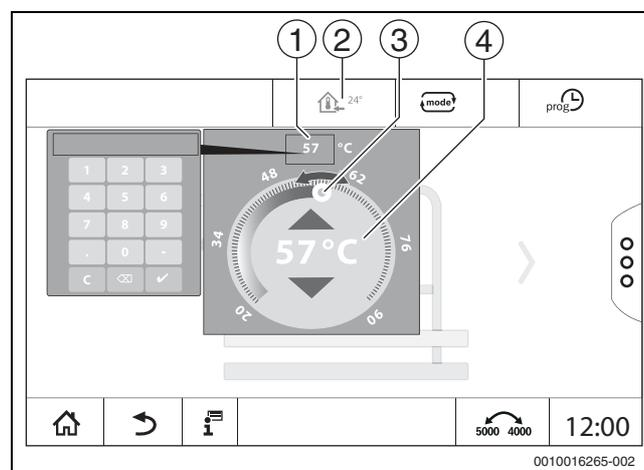

Рис. 22 Установка температуры
- ▶ Коснитесь символа температуры (→ рис. 22, [2]).
- ▶ Коснитесь круглого ползунка (→ рис. 22, [3]), удерживайте его и потяните до нужной температуры. Температура будет отображена в круге.
- ▶ Коснитесь индикации температуры (→ рис. 22, [1]) и в открывшемся числовом поле введите температуру.